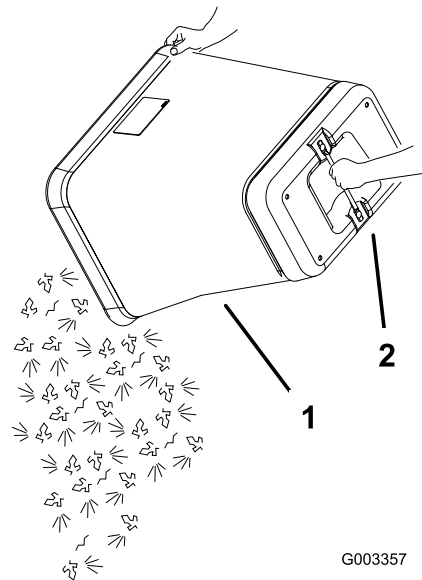

Bild 41
5. Fassen Sie den Griff unten am Grasfangkorb an und drehen den Grasfangkorb zum Entleeren um (Bild 41).